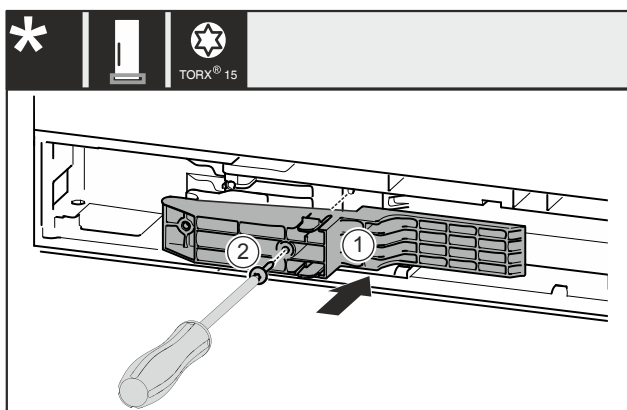

Fig. 52 *
- ▶ Włożyć element adaptera Fig. 52 (1) w zagłębienie po stronie uchwytu.*
- ▶ Przykręcić śrubę Fig. 52 (2) śrubokrętem.*